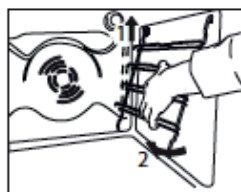
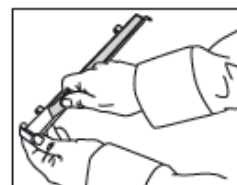
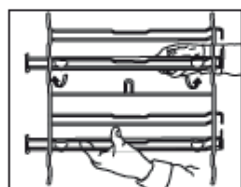

Fig. 1
Fig. 2
Fig. 3
Noul dumneavoastră aragaz este dotat cu 2 suporturi cromate pentru grătare, ambalate în cuptor împreună cu grătarele. Rețineți că tijele superioare sunt mai lungi decât cele inferioare și că cârligele se află în partea din spate a cuptorului. Consultați fig. 1. Partea superioară a suportului de grătar se fixează în fantele din peretele lateral al cuptorului, așa cum se arată în Fig. 2. Odată fixate în partea de sus, împingeți tijele inferioare în fantele inferioare din pereții laterali ai cuptorului. Acum permiteți suporturilor de grătar să coboare ușor și să se fixeze. Consultați Fig. 3
1. Scoateți grătarele laterale de susținere (Fig. 1)
2. Scoateți protecția din plastic de pe grătarele culisante (Fig. 2).
3. Agățați partea superioară a grătarelor culisante pe grătarele de susținere. Asigurați-vă că șinele telescopice se pot deplasa liber în partea din față a cuptorului. Apoi apăsați ferm partea inferioară a grătarelor culisante pe grătarul de susținere până când se fixează în locaș (Fig. 3).